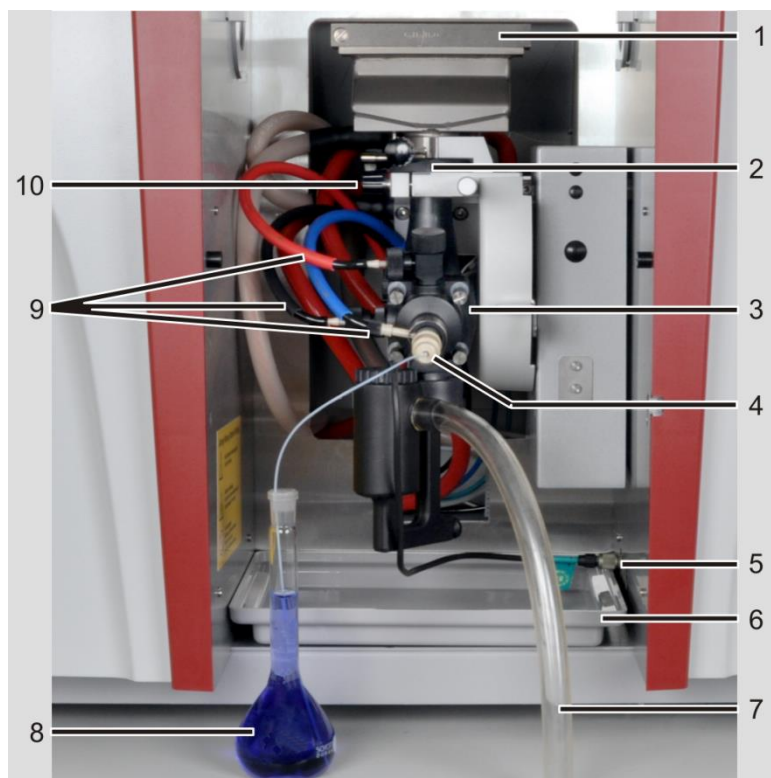

Рис. 50 Режим пламени, ручной режим подачи пробы
2. Убедитесь в том, что система смесительная камера-распылитель хорошо закреплена в фиксаторе устройства регулировки высоты. Пластина на горловине смесительной камеры должна соприкоснуться с креплением. Белая отметка на горловине смесительной камеры должна быть расположена над верхним срезом фиксатора (2 на Рис. 50).
2. Убедитесь в том, что система смесительная камера-распылитель хорошо закреплена в фиксаторе устройства регулировки высоты. Пластина на горловине смесительной камеры должна соприкасаться с креплением. Смесительную камеру необходимо выровнять по высоте. Отметка на коннекторе должна быть расположена над верхним срезом держателя (2 на Рис. 50, стр. 87).